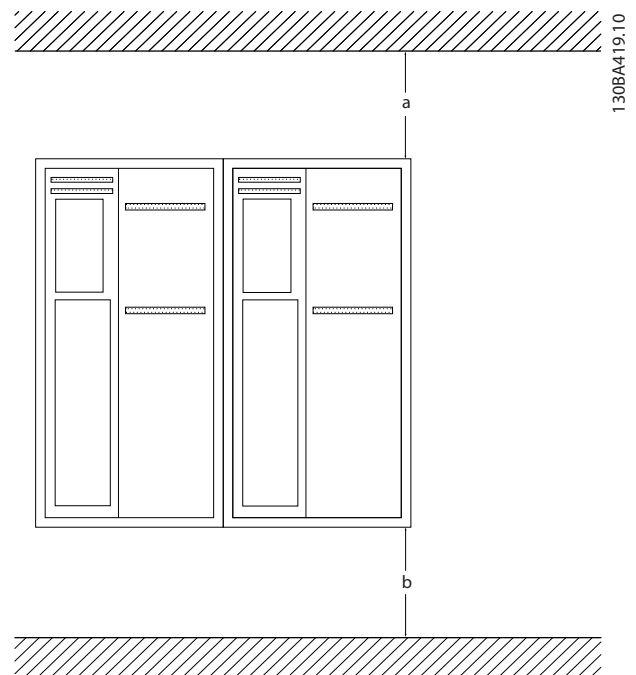

図 2.1 上部および下部の冷却用空きスペース
- 上部と下部に冷却用空きスペースを確保する必要があります。一般的に、100~225 mm (4~10 インチ) が必要です。空きスペースについては図 2.1 を参照してください